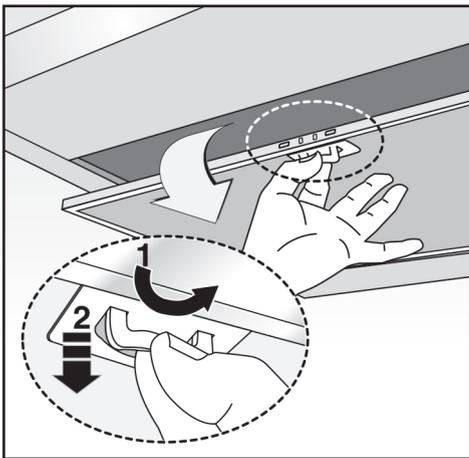

Fig.5
- Remova os pré-filtros de alumínio (fig 5)